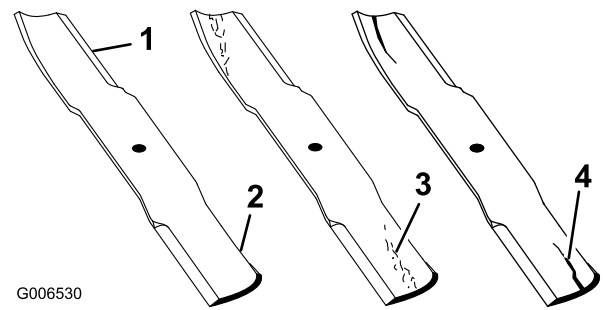

Figura 75
1. Inspeccione los filos de corte (Figura 75). Si los bordes no están afilados o tienen muescas, retire las cuchillas y afílelas. Consulte Afilado de las cuchillas.
2. Inspeccione las cuchillas, especialmente la parte curva. Si observa fisuras, desgaste o la formación de una ranura en esta zona, instale de inmediato una cuchilla nueva (Figura 75).